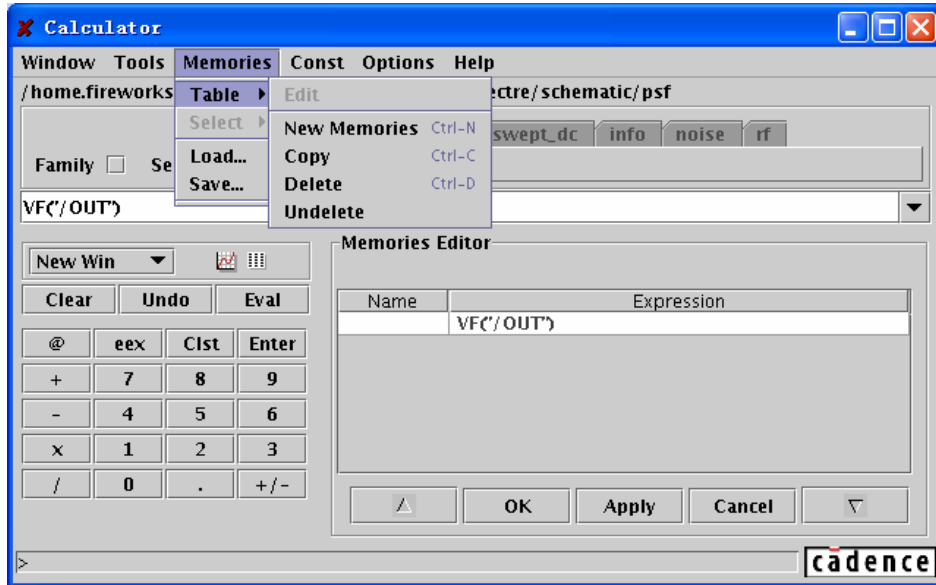

图 8.28 “Table” 子菜单目录
“Memories”中的“Table”子菜单如图 8.28 所示。在“Table”子菜单中包含 5 个菜单按钮，其功能一次如下：
- “Edit”：打开“Memories Editor”窗口，如图 8.28 中所示。如果在这之前存储器中没有内容，使用“Edit”菜单还有“New Memories”的功能。在“Memories Editor”窗口中，可以编辑已有存储项的名称和表达式。点击“OK”或者“Apply”完成修改。